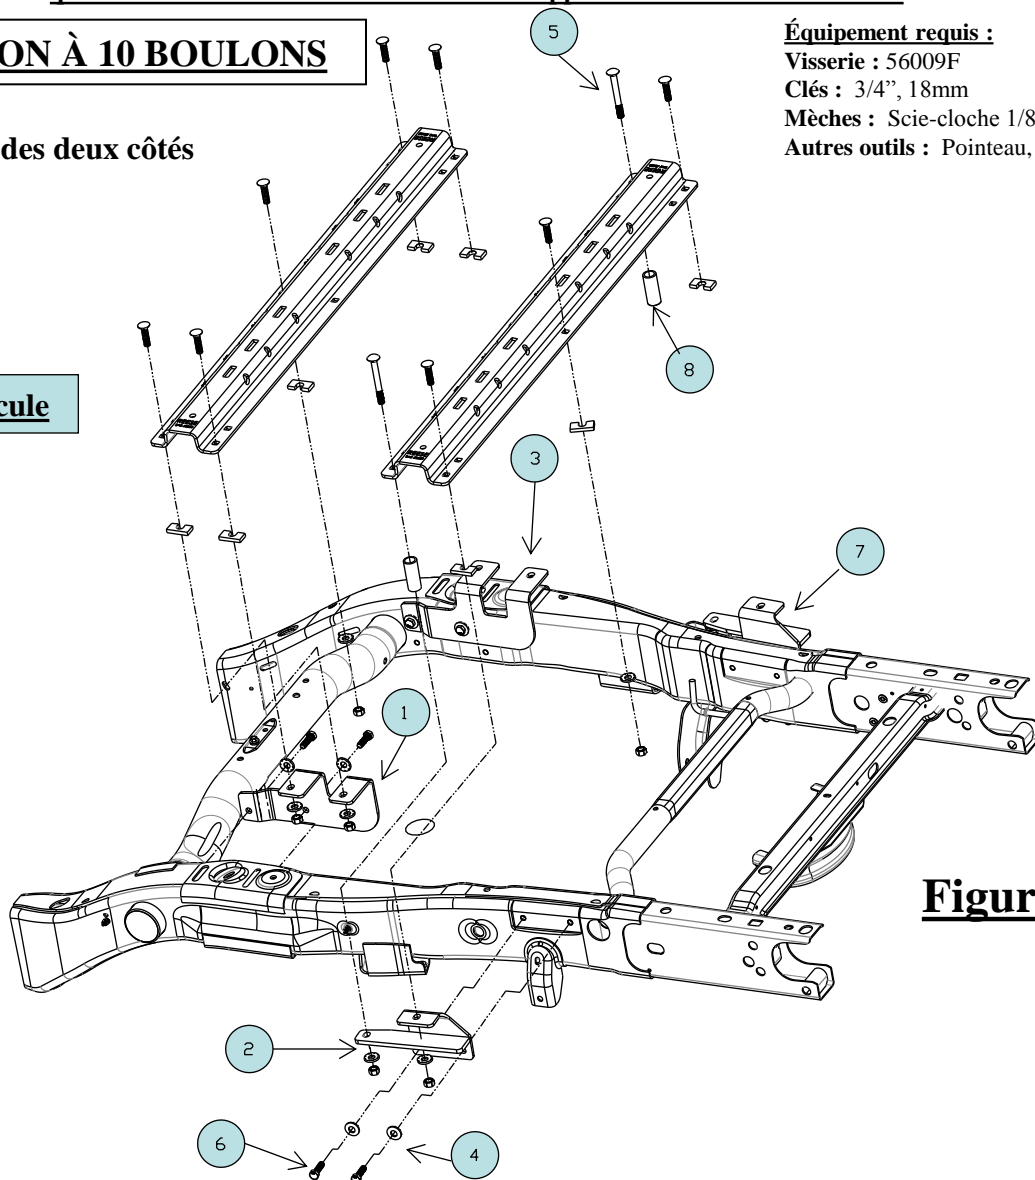

Figure 1
7. Sans trop serrer, poser les supports de cadre au moyen des boulons (6), des rondelles coniques (4) et des supports avant (1) (3) et arrière (2) (7). (Voir Figure 1)